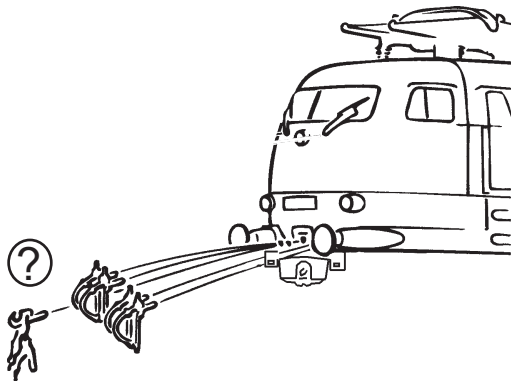

Fig. 3
Mehrzugbetrieb: Zuerst Lokgehäuse abnehmen (Fig. 3). Danach den Brückenstecker aus der Schnittstelle entfernen (diesen sorgsam aufbewahren). Danach den Stecker des Steuerbausteins lagerichtig einsetzen (siehe Fig. 5).
2. Schmierung: Versehen Sie die im Schmierplan in Fig. 8 gekennzeichneten Stellen mit nur **kleinen Öltropfen**. Dazu zuerst das Lokgehäuse abnehmen (Fig. 3). Wir empfehlen den ROCO **Öler Art.-Nr. 10906**. Fürs Schmieren der Getriebeteile (Zahnräder, Schnecke) empfehlen wir das **ROCO-Spezialfett Art.-Nr. 10905**. Im Falle der Schmierung diese Teile **nicht ölen**.
4. Kohlebürstenwechsel: Lokgehäuse abnehmen (Fig. 3). Danach wird der Motor ausgebaut und die Kohlebürsten ausgewechselt (Fig. 10).
2. Lubrication: Apply **tiny oil drops** to spots marked in fig. 8. Prior to lubrication dismantle locomotive (fig. 3). We recommend using item no. **10906, ROCO oiler**. For lubrication the gearparts (e.g. cogwheels, worm) we would recommend our ROCO **special grease** (item no. **10905**).
4. Carbon Brush Changing: First remove loco body (fig. 3), and then the motor (fig. 10).
2. Graissage: N'appliquez **qu'une toute petite goutte** aux endroits indiqués par le plan de graissage (fig. 8) après avoir démonté la caisse de la locomotive (fig. 3). Nous vous recommandons **le graisseur à huile ROCO réf. 10906**. Pour graisser les engrenages (roues dentées, vis sans fin) nous vous conseillons la **graisse spéciale ROCO réf. 10905** pour engrenages en matières synthétiques. Lorsque vous utilisez cette graisse il faut éviter d'huiler ces composants.
4. Remplacement des balais du moteur: Démontez la caisse (voir fig. 3). Démontez ensuite le moteur et échangez le balais (fig. 10).
voir } Fig.3